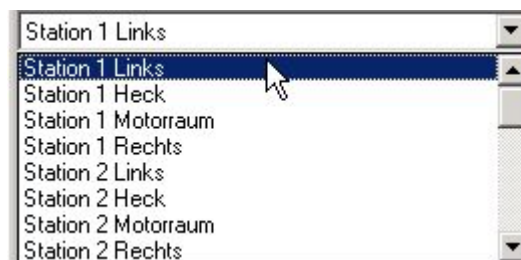

Abbildung 38: Auswahlliste Arbeitsplatz
- Über die Auswahlliste können Sie sich jeden Arbeitsplatz anzeigen lassen. Es stehen alle Arbeitsplätze und Stationen eines Bands zur Verfügung. Siehe auch: Abbildung 38.